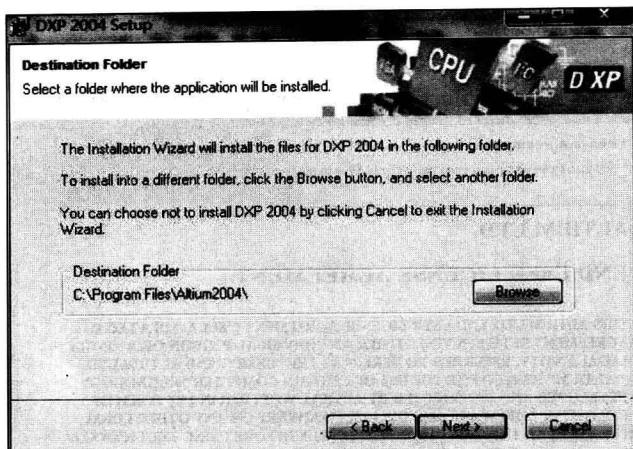

图 1.4 选择目标文件夹
④ 单击 Next 按钮,弹出如图 1.4 所示的选择目标文件夹窗口,单击 Browse 按钮选择 Protel DXP 2004 安装路径。